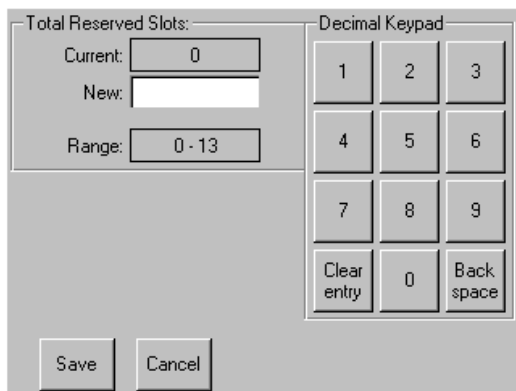

図3-10: 予約済みスロットを指定するための数値キーパッド
3. [Total Reserved Slots]の隣にあるボックスを押します。数値キーパッドが表示されます（図3-10を参照）。